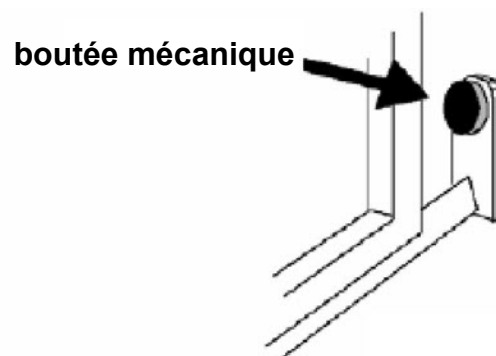
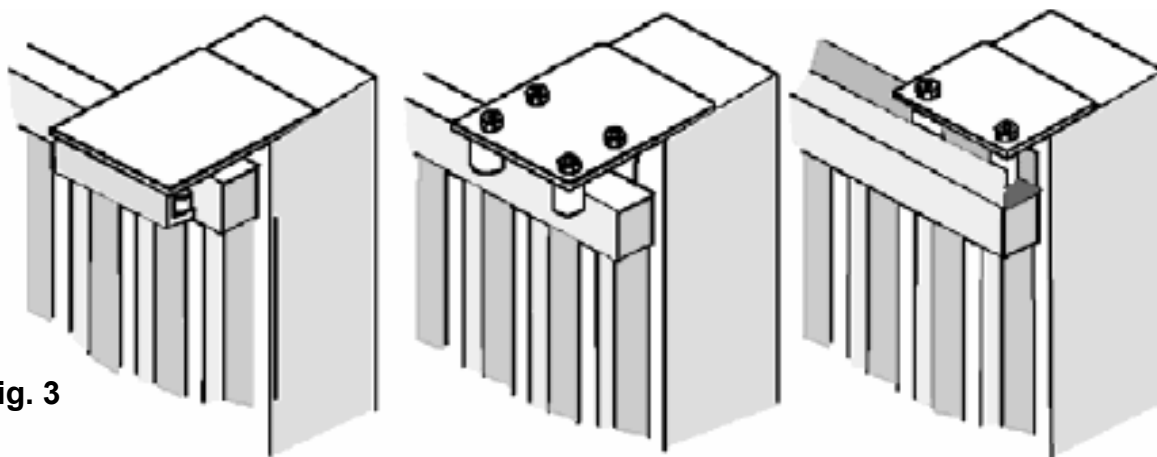
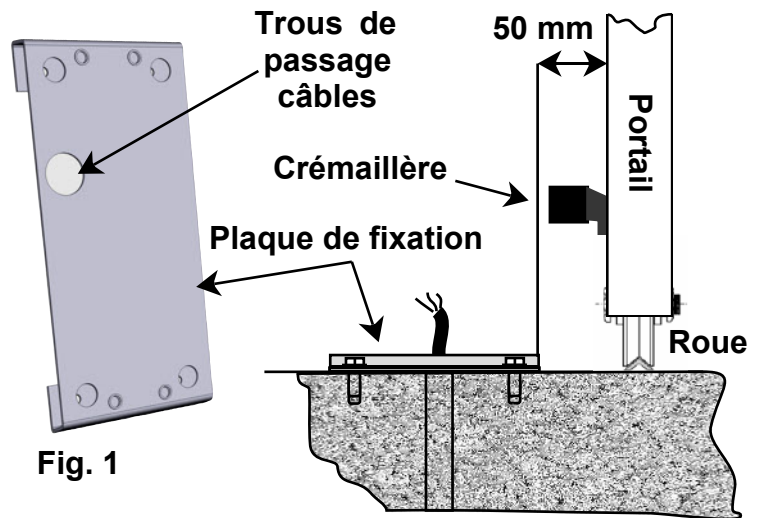

Fig. 2
Fig. 3
Fig. 1
- Avant de procéder à l'assemblage de l'automatisme, vérifier que le portail soit parfaitement en fonction. Vérifier aussi que le guide de Écoulement au sol (**Fig.1**) ne présente pas de malformations et que sois parfaitement au niveau et sois présent la butée mécanique d'arrêt en ouverture (**Fig.2**) afin d'éviter que le portail sorte dehors des guides supérieurs, (**Fig.3**)
- Vérifier le guide d'écoulement supérieur (**Fig.3**) que sois bien solide et le portail coule librement.
Positionner la plaque en dotation (**Fig.1**) à une distance de **50 mm** du bord du portail et parfaitement au niveau avec l'angle de 90°.